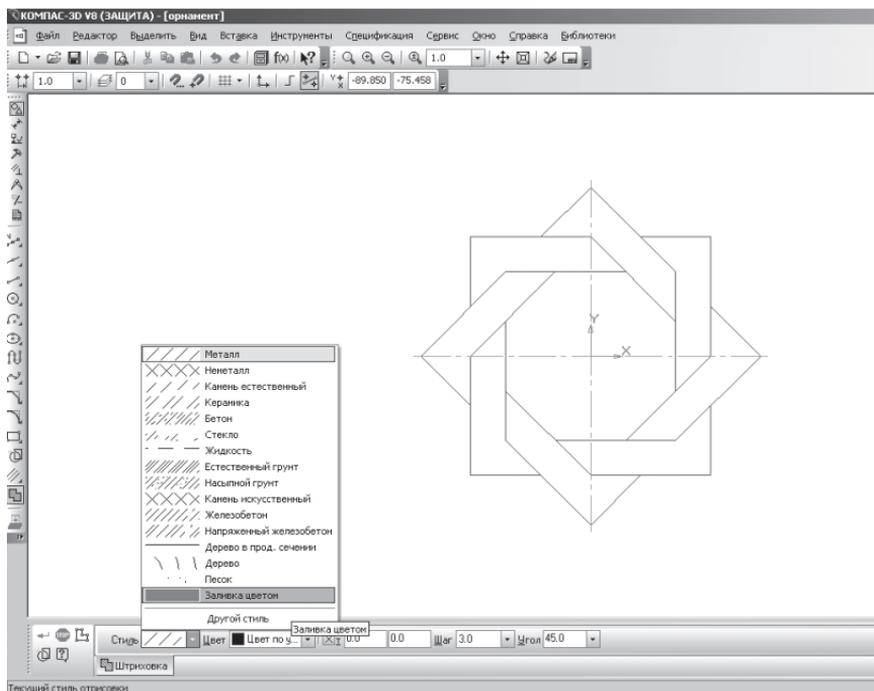

Рис. 85
- на панели **Свойств** щелкните ЛКМ на поле **Стиль**. На экране будет выведен диалог выбора стиля. Выберите щелчком ЛКМ **Заливка цветом** (рис. 85);